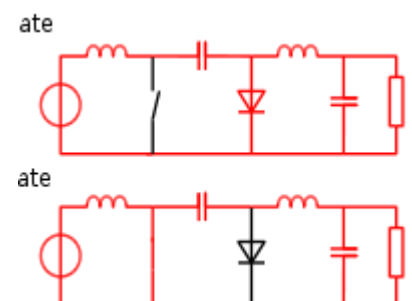

Fig 2: Los dos estados de un convertidor Ćuk no aislado.
- en el estado *apagado*, el inductor L₁ está conectado en serie con V_i y C (see figure 2). Por lo tanto $V_{L1} = V_i - V_C$. Como el diodo D está polarizado en directa (consideramos la caída de voltaje nula), está directamente conectado al condensador de salida. Por lo tanto $V_{L2} = V_o$